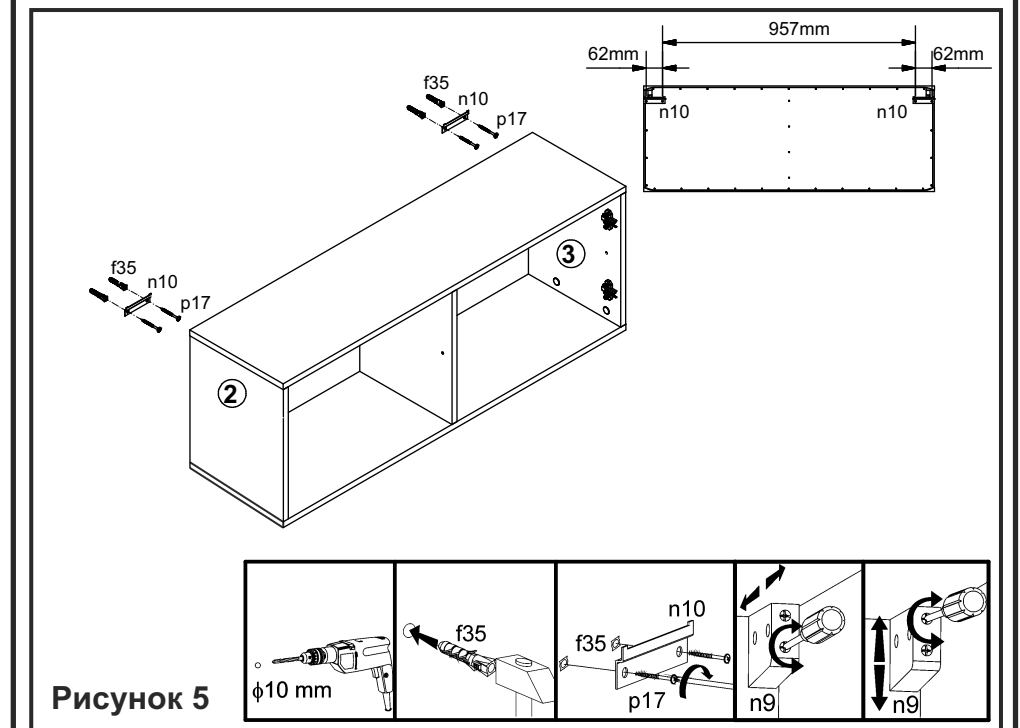

Рисунок 5
11. Для навешивания шкафа настенного на стене с помощью карандаша и линейки разметить отверстия, как показано на рис. 5.
12. В стене просверлить отверстия $\varnothing 10$ мм (см. рис. 5).
13. Вбить в отверстия в стене пластмассовые дюбеля f35 (см. рис. 5).
14. При помощи шурупов p17 закрепить петли для навешивания n10 на стене (см. рис. 5).
15. Навесить шкаф на петли n10 (см. рис. 5).
16. Отрегулировать положение шкафа настенного как показано на рис.5